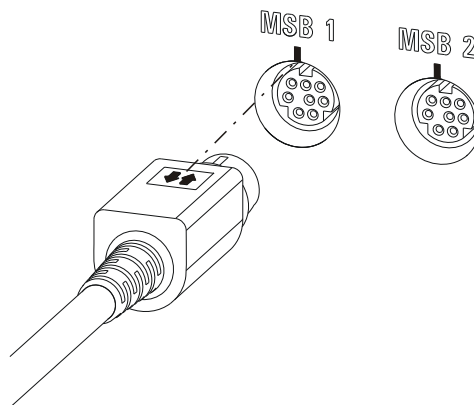

Figura 6 Conexão MSB
- Ao fazer a conexão, note que a parte plana do plugue MSB marcado com uma seta deve estar na direção da marcação contida da conexão MSB (ver figura 6, página 18).